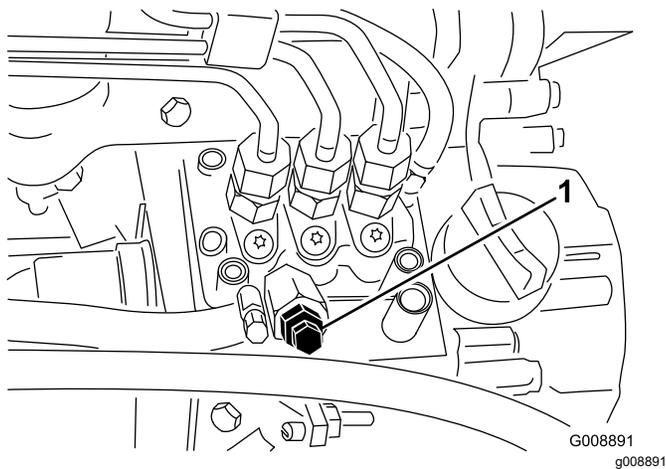

Рисунок 45
4. Выверните винт стравливания воздуха из насоса для впрыска топлива (Рисунок 45).